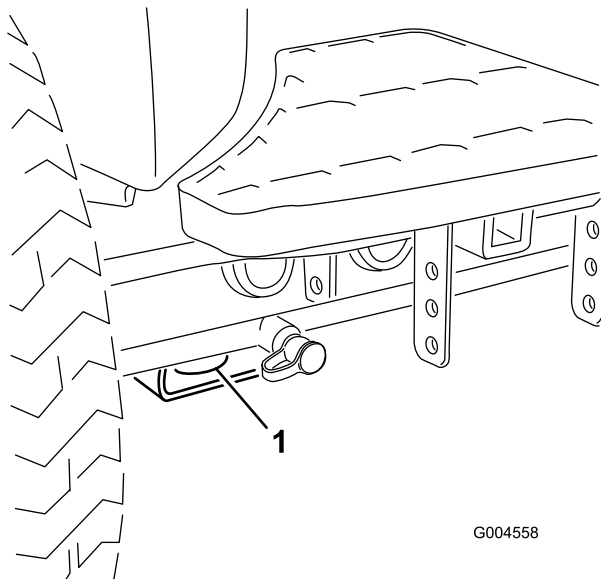

図 58
- 前各前輪の内側、アクスルチューブの下にある四角いパッド(図 58)